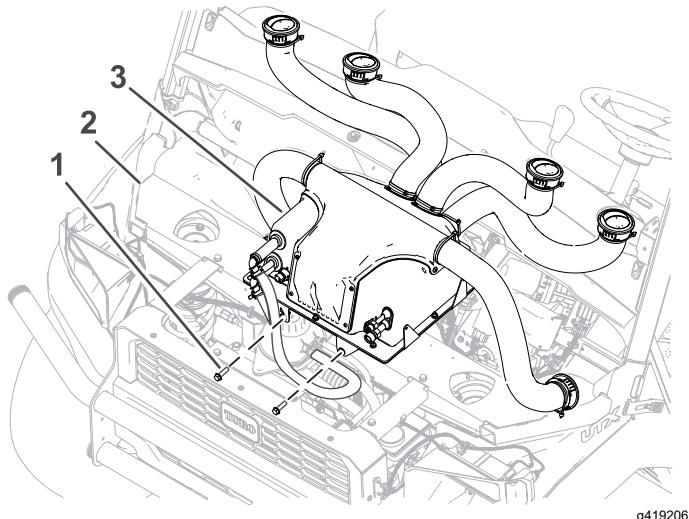

Figura 26
2. Instale a parte frontal do conjunto da caixa do sistema AVAC à estrutura da máquina com dois parafusos sextavados (5/16 x 3/4 pol.). Aperte os parafusos com 22,6 N·m; consulte a Figura 26.